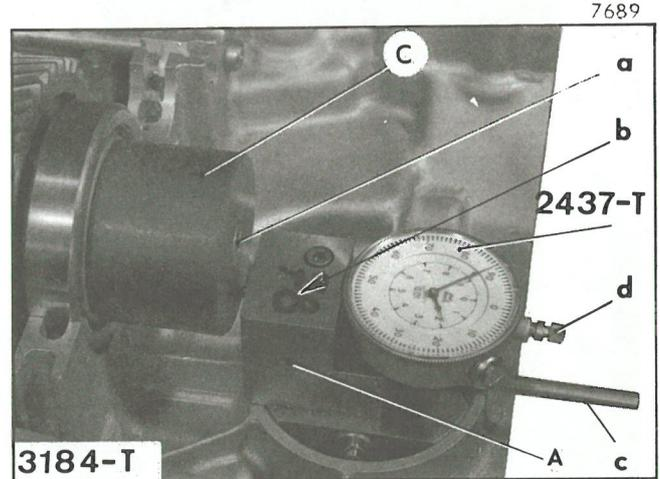

Abb. 3
- b) Kappe C der Vorrichtung 3184-T aufmontieren, wie Abb. 3 zeigt. Sie mit Hilfe der Schraube "a" festhalten, welche man in den Plastikstopfen (1) einschraubt.